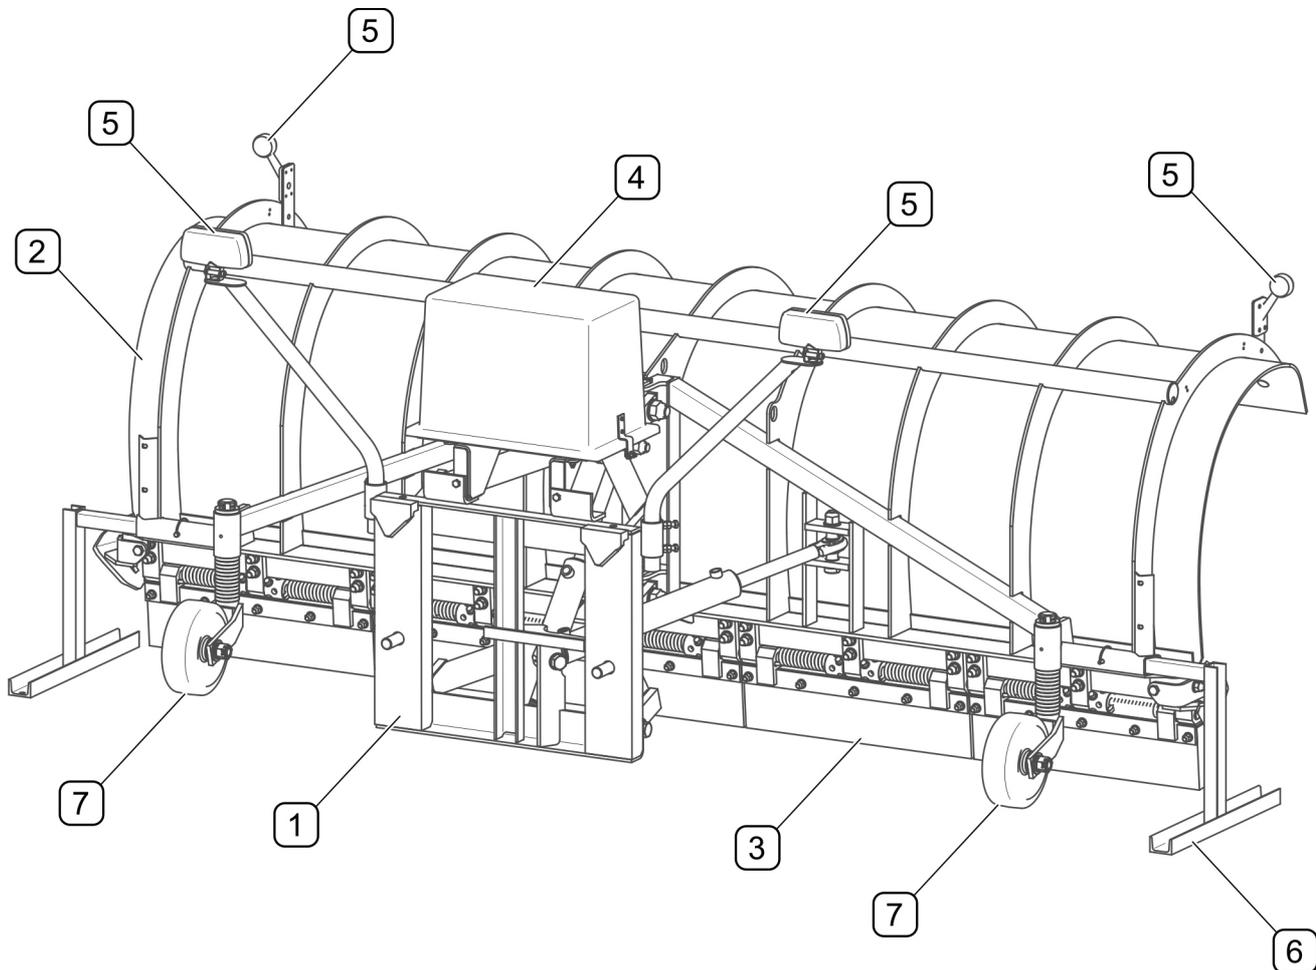

BILD 3.2 Aufbau allgemein (elektrohydraulische Steuerung)
(1) - Aufhängungssystem; (2) - Streichblech; (3) - Streichschienen; (4) - elektrohydraulische Energieversorgung; (5) - elektrische Beleuchtungsanlage; (6) - Abstellstützen; (7) - Laufräder (optional)
Die Pflüge PU-S25H / PU-S32H / PU-S35H (BILD 3.2) haben ein mittig am Stahlrahmen befestigtes Streichblech (2). Die Gummi- bzw. Metallstreichschienen (3) (je nach Ausstattung) sind unterhalb des Streichbleches montiert. Als Option kann der Pflug mit gefederten Streichschienen ausgestattet werden, die beim Auftreffen auf ein Hindernis ausschwenken und mittels Federung in ihre Arbeitsstellung zurückgeführt werden können. Während der Arbeit ruht der Pflug auf zwei höhenverstellbaren Laufrädern (7) auf dem Boden. Das Aufhängesystem (1) ermöglicht die Verbindung des Pfluges mit den Trägern, die mit einer Frontanbauplatte Typ A oder B nach DIN 76060 (je nach Pflugmodell) ausgestattet sind. Die Abstellstützen (6) dienen zur Abstützung des Pfluges, während er vom Maschinenträger getrennt ist.